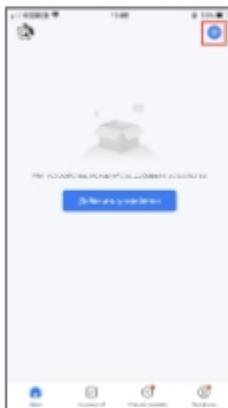
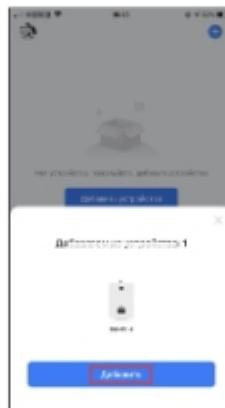
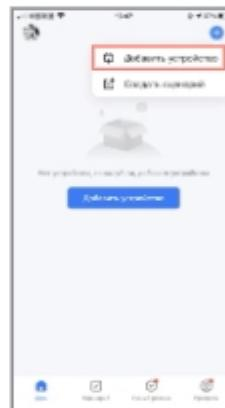
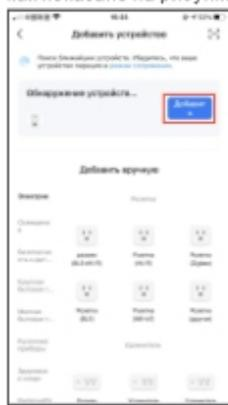

Рис.1
Рис.1-1 Автоматический поиск
Рис.1-2 Ручной поиск
Рис.2
1.3.3 Откройте Smart Life APP, нажмите "+" на главной странице (правый верхний угол), затем нажмите "Добавить устройство", как показано на рис. 1, рис. 1-1, рис. 1-2.
Важно: Регулярно проверяйте, что отображается на манометре давление котла 0.7 -1.5 бар, когда температуры воды холодная. В случае избыточного давления, открыть сливное отверстие котла. В случае недостаточной температуры, откройте кран заполнения котла (рис.1 и рис.2). Откройте кран очень медленно, чтобы выпустить воздух.